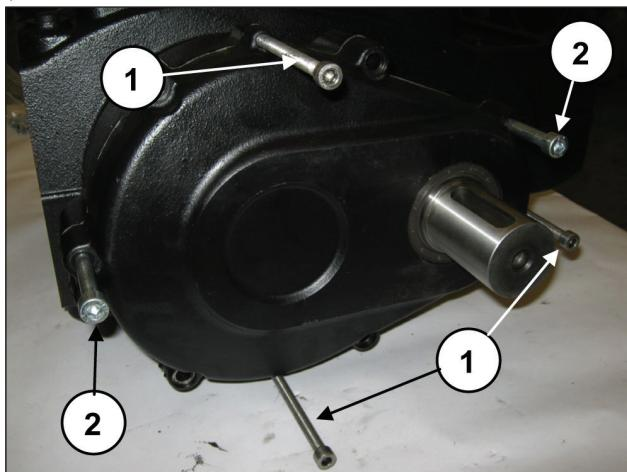

图 5
通过拔取器将3个螺柱或M8螺栓 (①, 图 5) 定位在专用孔中·通过盖子支撑 (②·图 5) 定位足够长的两个M10螺栓。